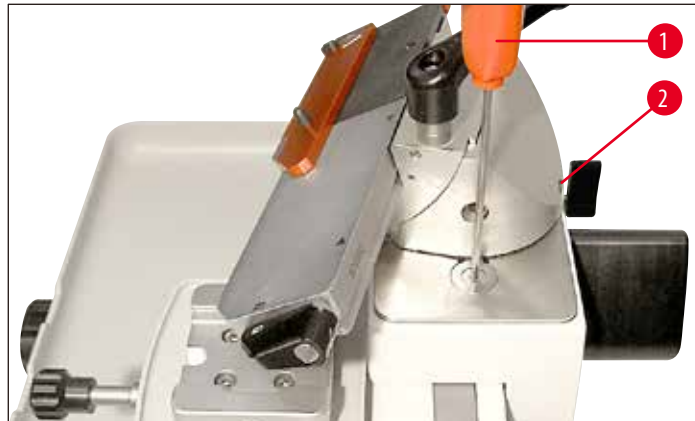

Рис. 18
- Затем поверните держатель лезвия (→ Рис. 17-1) прим. на 90° (→ Рис. 18), установите заглушку (→ Рис. 17-6), закрывающую отверстие для установки (→ Рис. 17-5), и прикрутите штифтовым ключом под шестигранник Т 25 (→ Рис. 18-1).